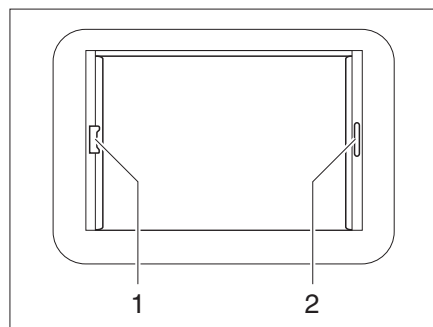

Fig. 51 Lanterneau Heki, verrouillage du store
- Tirer le dispositif occultant plissé par la poignée (Fig. 51,2) et le relâcher lorsqu'il a atteint la position voulue. Le dispositif occultant plissé reste alors à cette position.
- Tirer sur la poignée (Fig. 51,1) de la moustiquaire jusqu'à toucher la poignée du dispositif occultant plissé (Fig. 51,2) située vis-à-vis et la faire s'enclencher.
- Appuyer sur la poignée de la moustiquaire vers l'arrière et le haut et décrocher la moustiquaire du dispositif occultant plissé (Fig. 51,2).